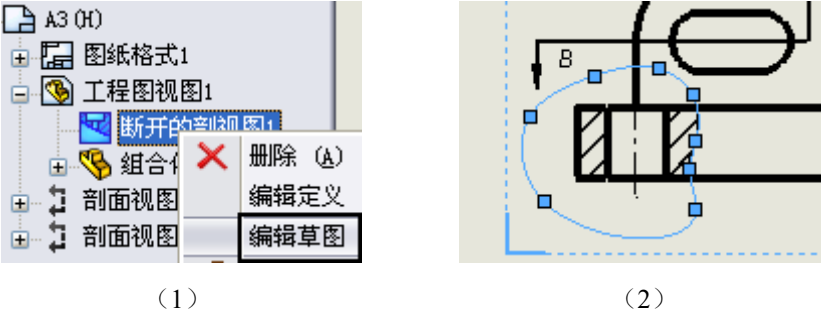

图 3-29 修改样条线形状
如果需要修改绘制的封闭样条线形状, 在左侧管理器窗口中“工程图视图 1”节点下 (因为是在工程图视图 1、即主视图上创建的局部剖视图), 包含已创建的“断开的剖视图 1”。如图 3-29 (1) 所示, 单击“断开的剖视图 1”, 右键菜单中单击“编辑草图”命令, 在图形区域主视图中显示创建的草图。单击草图, 如图 3-29 (2) 所示, 可移动样条曲线上的方形控制点,